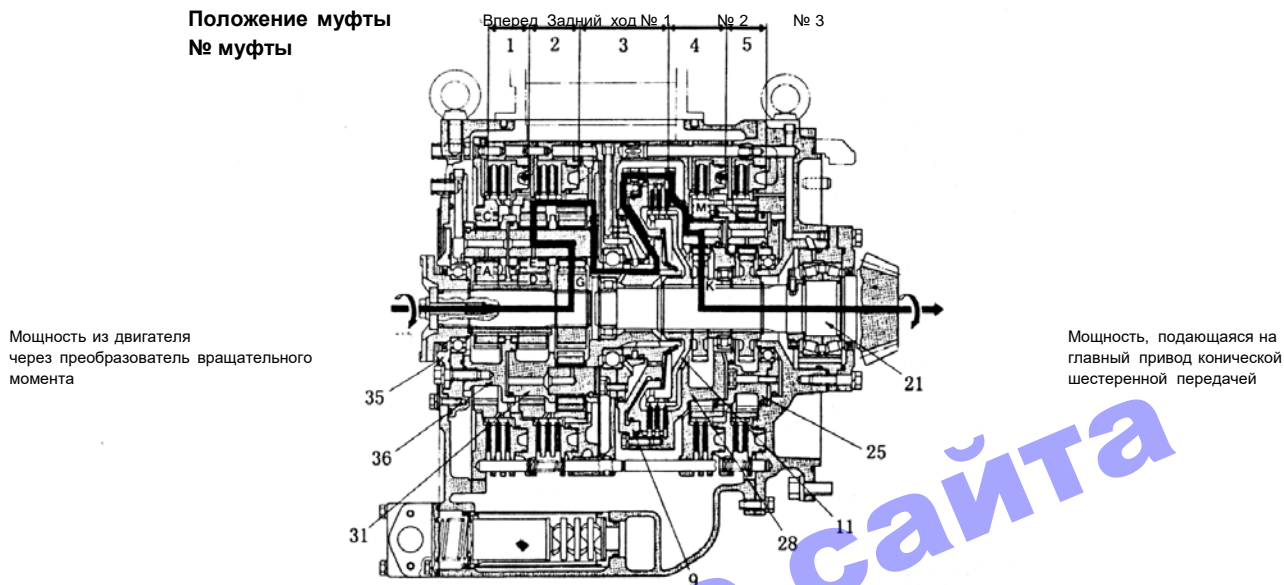

Рис. 5-24.
3. Движение вперед, третья скорость (Рис. 5-24).